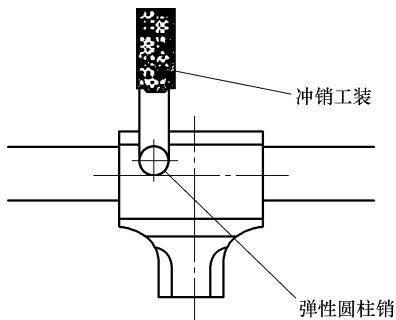

图 3-71 冲销中心线与弹性销中心线在同一条线上
2) 弹性圆柱销。使用冲销工装时(如图 3-71 所示),要求使其中心线与弹性销的中心线在同一条线上,拆解的圆柱销不要再使用。